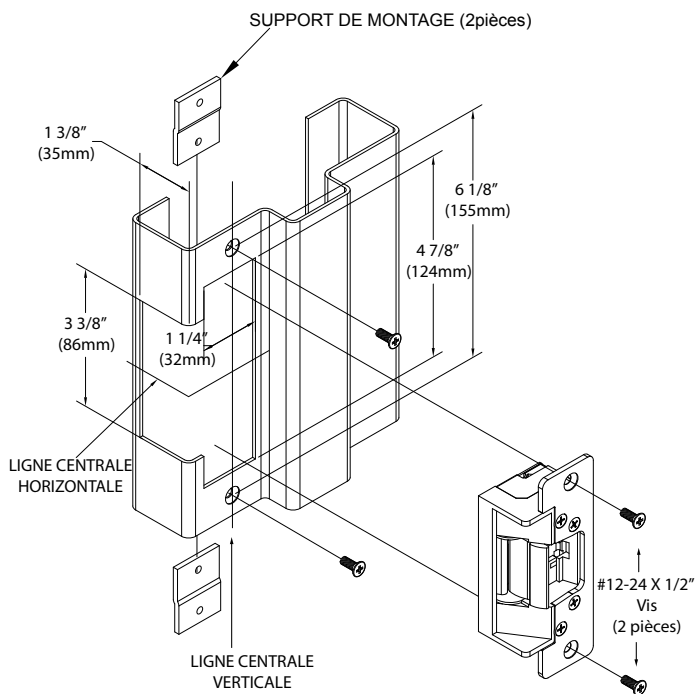

Figure 4.1 Installation d'un cadre métallique creux (CX-ED1410)
Option 1 Installation d'un cadre métallique creux (Figure 4.1 & 4.2)
- Si le montant/la barrière du cadre ANSI ne correspond pas à la taille de la gâche électrique, reportez-vous aux étapes 3 à 8 et à la figure 4.1 ou 4.2 pour couper le montant, le cas échéant.